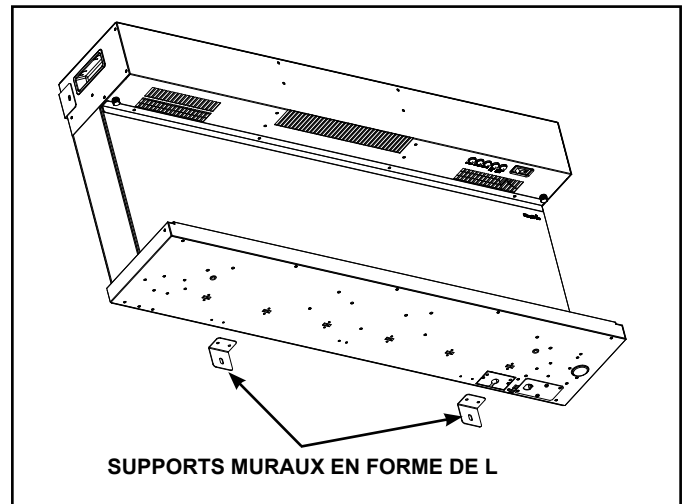

Figure 4.9 Emplacement des supports en forme de L
4. Installez deux (2) supports en forme de L fournis au bas de l'appareil à l'aide de quatre (4) vis ST4x8 fournies. Voir la figure 4.9.